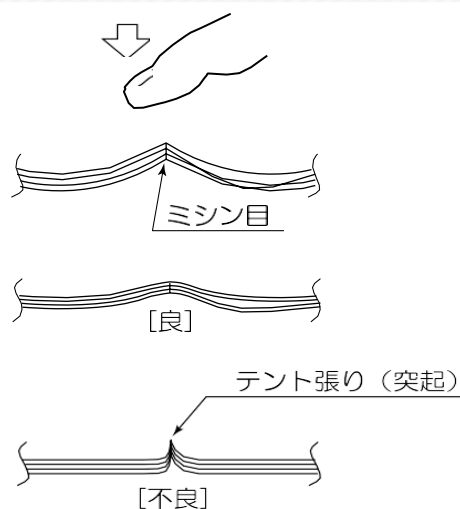

図 11 折り目のふくらみ限度
- ・ 用紙を広げたあと、図11のように折り目を指で押しも折り目にできるふくらみ(テント張り)が残る用紙は使用しないでください。